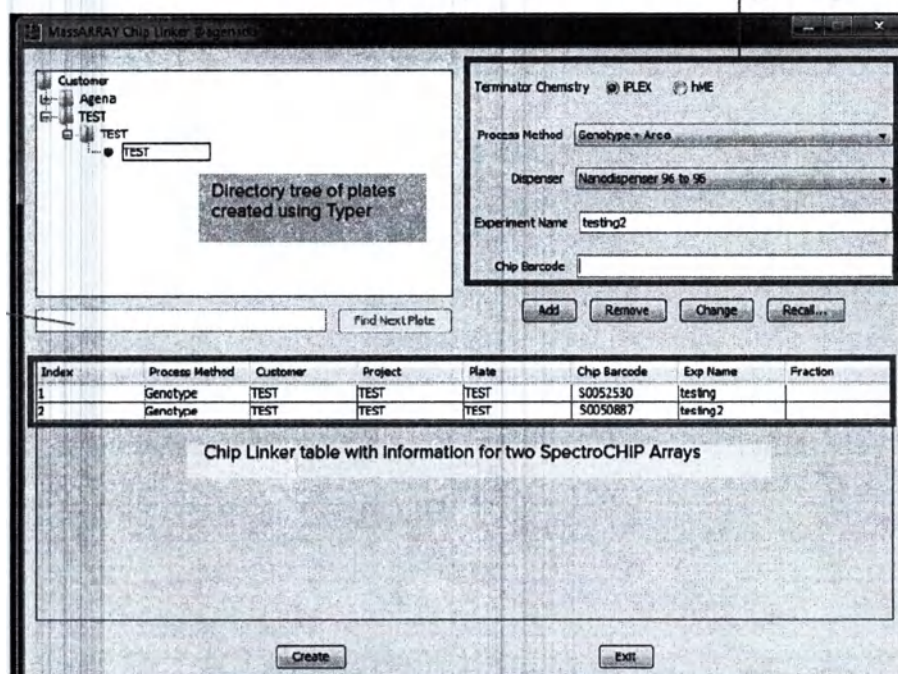

Рис. 3.3. Chip Linker
1. Выбрать планшет из дерева каталога Chip Linker (Рис. 3.3).
- Входные данные отобразятся в таблице программы Chip Linker (Рис. 3.3).